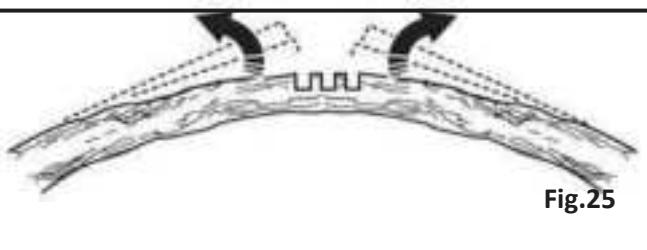

Fig.25
- Tagliare albero / ramo dall'esterno della curva, dopo che la tensione è stata rilasciata. (Ved.Fig. 25)